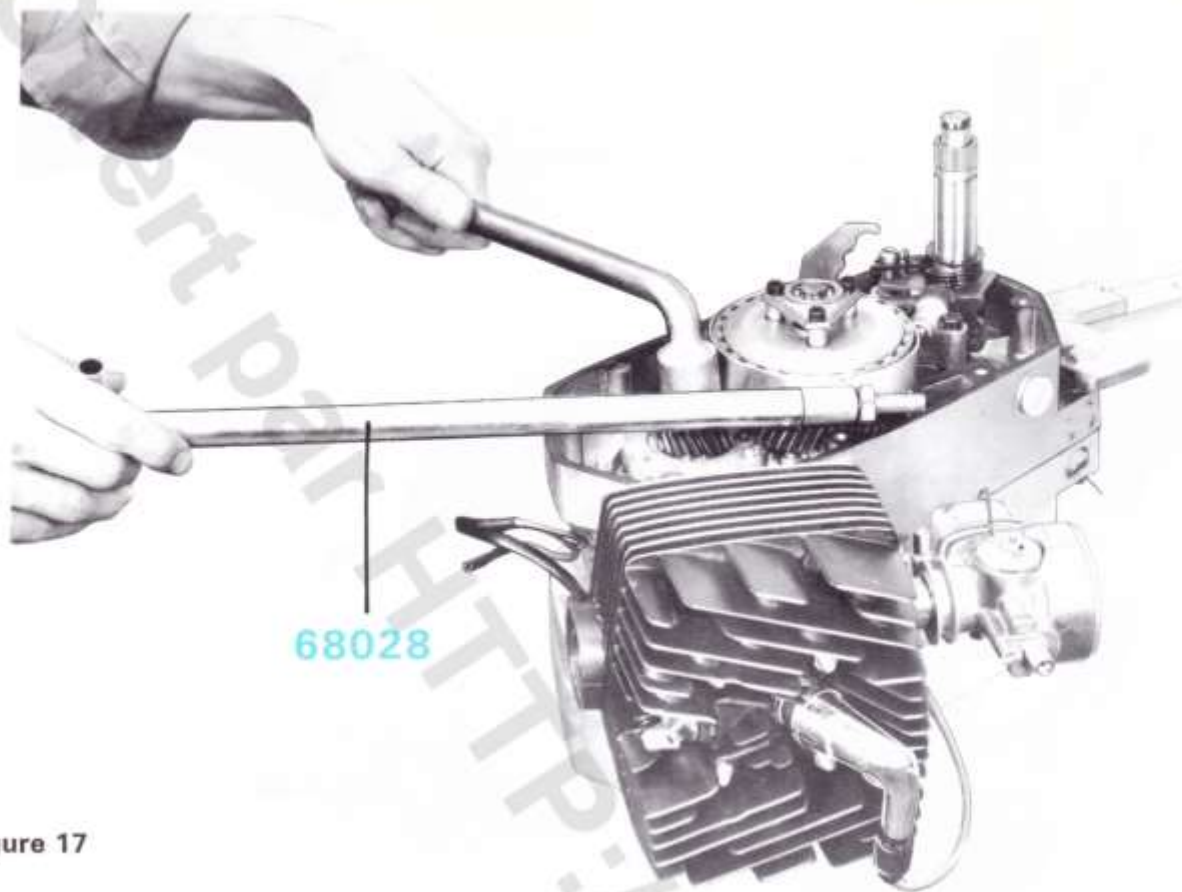

Figure 17
- Immobiliser le tambour d'embrayage avec la sangle n° 68028 et desserrer l'écrou en bout de vilebrequin avec une clé à pipe de 19 (figure 17).